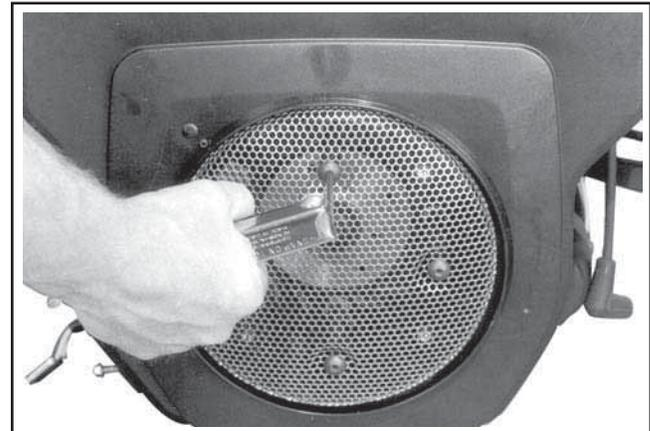

Figure 9-36. Enlèvement de la grille de protection contre l'herbe en métal.
6. Sur les moteurs équipés de grille de protection contre l'herbe en métal, enlever la grille avant de retirer le carter de protection du ventilateur. Voir la Figure 9-36. Les grilles de protection contre l'herbe en plastique peuvent être enlevées une fois le carter de protection du ventilateur retiré.